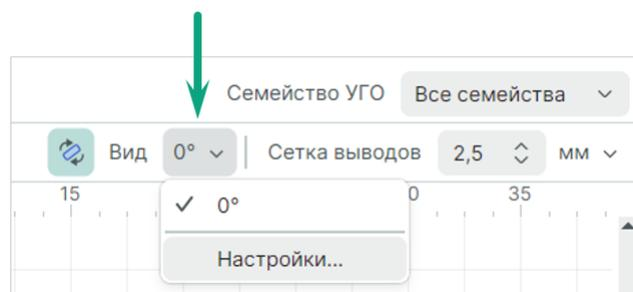

Рис. 194 Настройка типов отображения УГО
3. Выберите в выпадающем списке «Вид» пункт «Настройки...», Рис. 194.